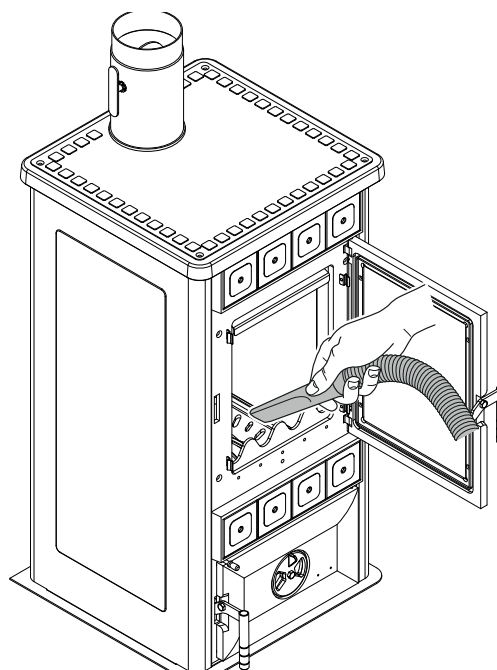

fig. 6.3.2
- Reinigen Sie den Kamin von der Anwesenheit von Asche (Abb. 6.3.2);